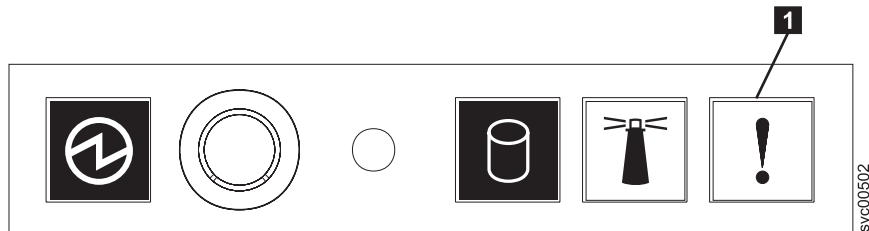

図 98. SAN ボリューム・コントローラー 2145-8A4 オペレーター情報パネル
1. **SAN ボリューム・コントローラー 2145-8A4 オペレーター情報パネル** 上のエラー LED (図 98 を参照) が点灯または明滅していますか?